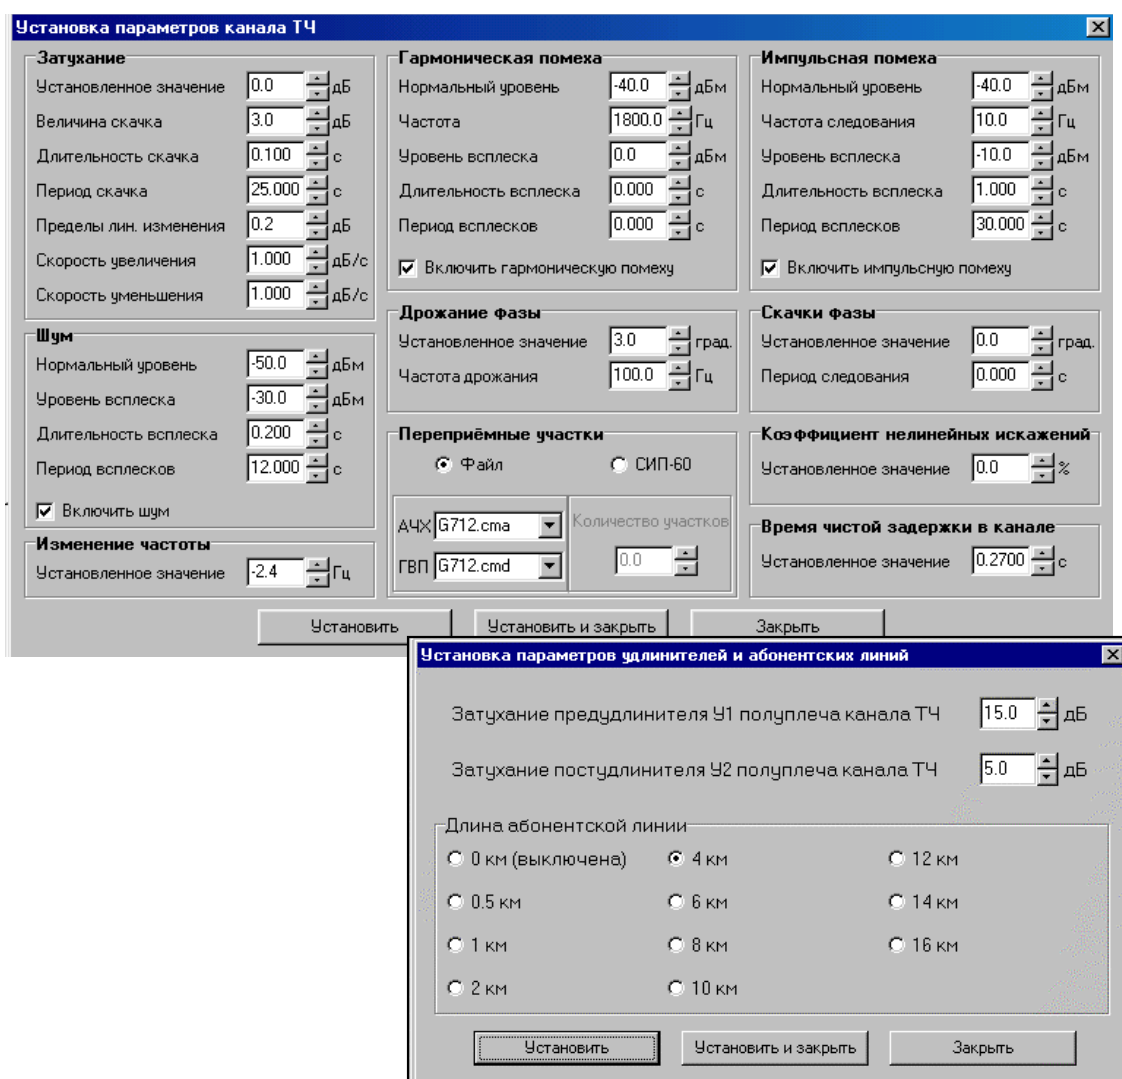
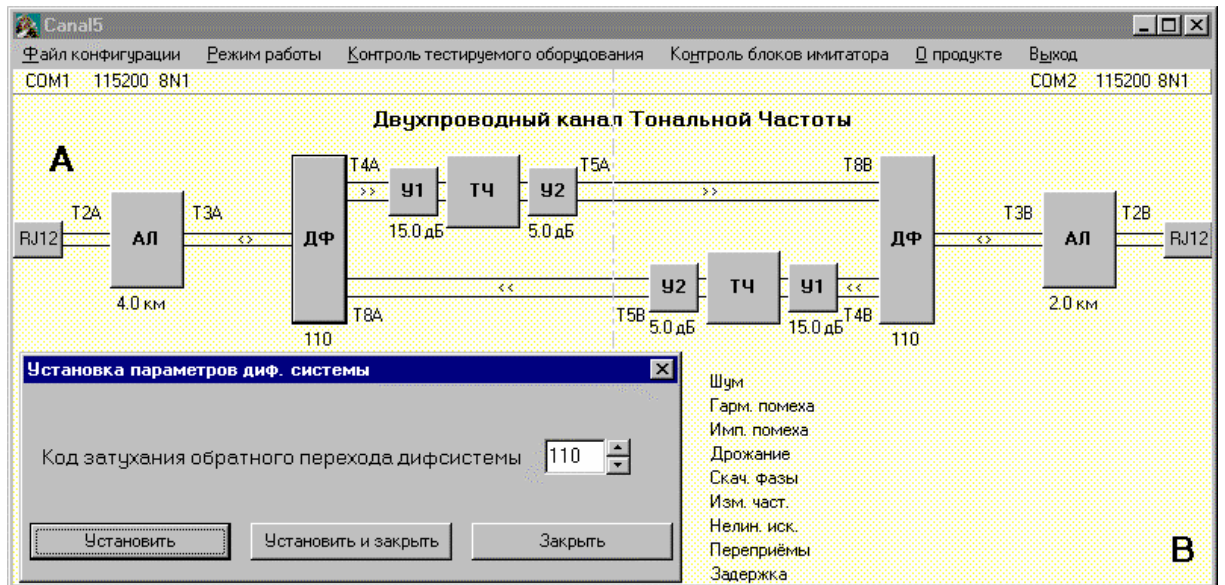

Рисунок 9. Установка параметров блоков четырехпроводного канала ТЧ, удлинителей и абонентских линий
Рисунок 10. Имитатор двухпроводного канала и установка параметров дифсистемы
Панели настройки параметров блоков (см. Рисунок 9, Рисунок 10, Рисунок 12) представляют собой совокупности полей настройки соответствующих параметров. Такими полями настройки являются:
- поля настройки числовых значений, например, на панели **Установка параметров канала ТЧ** (см. Рисунок 9) - *Установленное значение, Величина скачка, Длительность скачка* и т.д.; для задания значения могут быть использованы следующие действия:
- поля альтернативного выбора длины абонентской линии *0 км, 0.5 км, 1 км, 2 км,...* на панели **Установка параметров удлинителя и абонентских линий** (см. Рисунок 9) – выбор необходимой длины линии осуществляется посредством манипулятора "мышь" позиционируемого на необходимом поле с последующим нажатием левой кнопки "мыши";
- поля флага включения *Включить шум, Включить импульсную помеху, Включить гармоническую помеху* на панели настройки **Установка параметров канала ТЧ** (см. Рисунок 9) – нажатие на левую кнопку "мыши" при ее наведении на соответствующее поле включает (отображается символом \checkmark) или выключает генерацию шума или помех;
Для открытия панели настройки параметров блока следует переместить указатель в поле блока (АЛ, ТЧ, УД) и нажать левую кнопку "мыши". В режиме имитации четырехпроводного канала ТЧ могут быть произведены настройки параметров блоков каналов **А** и **В** на следующих панелях (см. Рисунок 9):
Выбор режима имитатора **Двухпроводный канал ТЧ** приводит к появлению на основной панели СПО соответствующей мнемосхемы (см. Рисунок 10). Открытие панелей настройки параметров блока производится аналогично настройке параметров в четырехпроводном режиме. На панели настройки блока ДФ **Установка параметров диф. системы** производится настройка дифсистем каналов **A** и **B** (см. Рисунок 10).